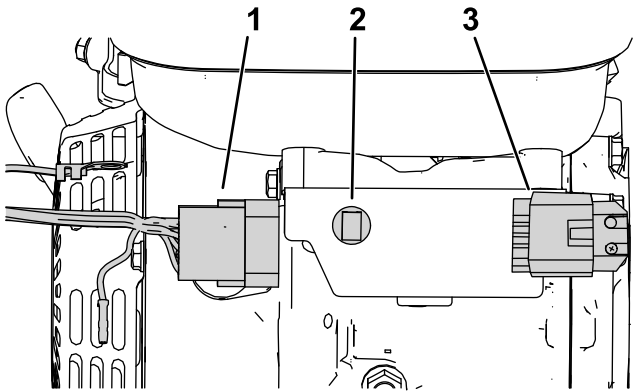

图13
1. 将线束安装到线束支架的联锁连接器并将线束夹到支架上 图13。